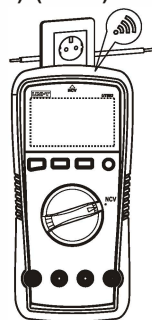

Рис. 5
7. Бесконтактный поиск напряжения (NCV) (Рис. 5)